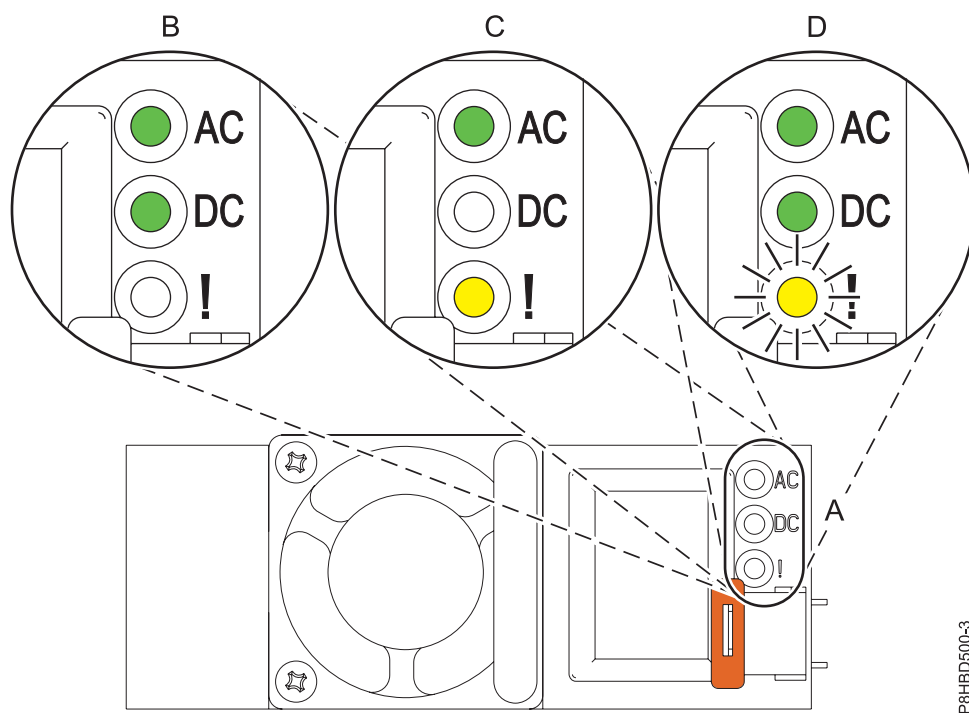

Figura 9. LED d'una font d'alimentació en funcionament i d'una que falla
2. Si esteu extraient la font d'alimentació com a part d'un altre procediment de servei, aneu al pas següent. Si esteu prestant servei a una font d'alimentació que ha fallat, busqueu el LED ambre que intermitent de la font d'alimentació que ha fallat i que heu definit com intermitent al pas per identificar la peça que falla. Consulteu Figura 9 on es mostra l'estat dels LED d'una font d'alimentació en funcionament o que ha fallat. Fixeu-vos que la font d'alimentació que ha fallat té el LED d'encesa de CA **Engegat** (sòlid), el LED d'encesa de CC **Apagat** i el LED d'error de color groc **Intermitent**, tal com es mostra a (C) a la Figura 9.
Atenció: Si la font d'alimentació està funcionant correctament, el LED d'encesa de CA i el LED d'encesa de CC estan **Encesos** (sòlid) i el LED d'error de color groc està **Apagat**, tal com es mostra a (B) a la Figura 9. No intenteu extreure la font d'alimentació en funcionament.